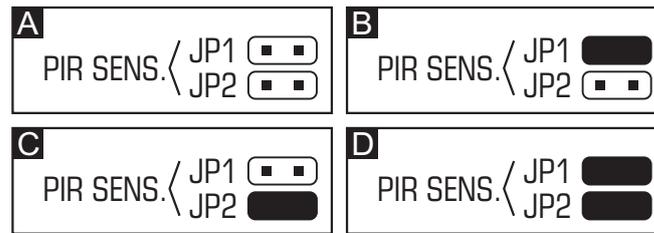

Рис. 2. Способ установки чувствительности извещателя (A – низкая, B и C – средняя, D – высокая чувствительность) [■ – штырьки замкнуты; □ – штырьки разомкнуты].
**PIR SENS.** - определяющие чувствительность извещателя (см.: рис. 2);